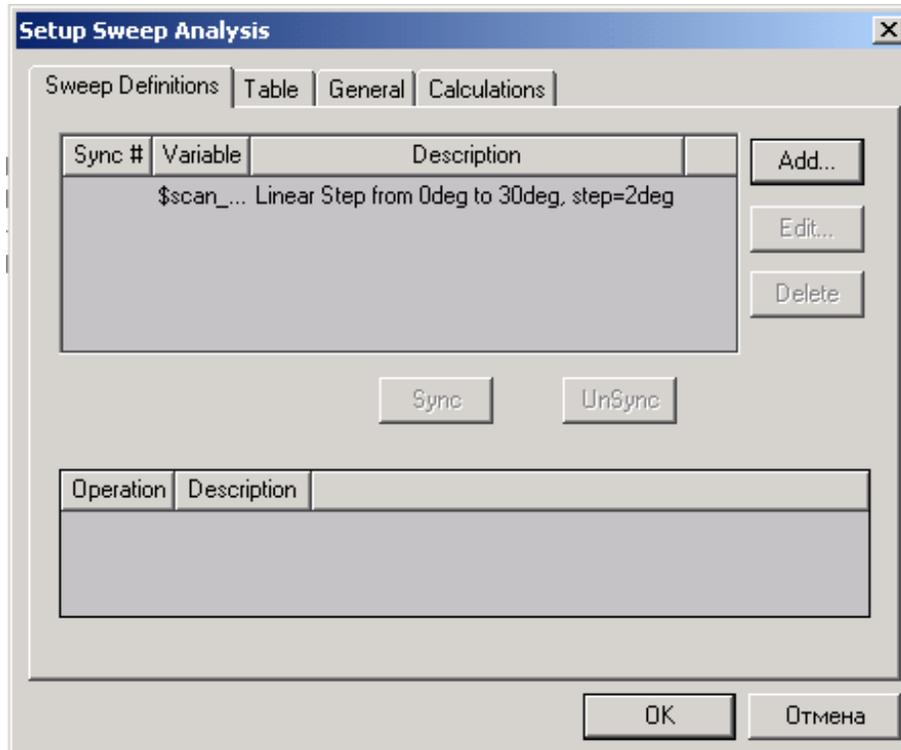

Рис. 12.3. Диалоговое окно установки параметрической оптимизации
1. В меню **HFSS** укажите **Optimetrics Analysis**, и затем нажмите **Add Parametric** (рис. 12.2) . Альтернативно, щелкните правой кнопкой мыши **Optimetrics** в дереве проекта и затем нажмите **Add>Parametric** в меню. Появляется окно **Setup Sweep Analysis** (рис. 12.3).